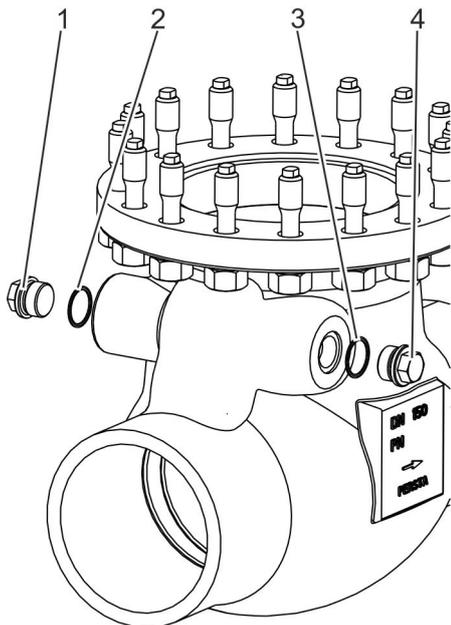

Abb. 28: Verschlusschrauben lösen
6. ➤ Verschlusschrauben (Abb. 28/1 und 4) beidseitig am Gehäuse lösen und entfernen.
7. ➤ Dichtelemente (Abb. 28/2 und 3) aus den Nuten im Gehäuse entfernen.